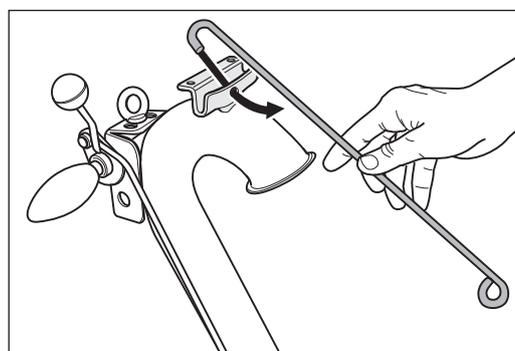

Fig. 5 Enganchar la barra de cable en el agujero para ello previsto.
- 5 Monte el apoyo para cable en la ménsula para ello prevista en la parte superior del tubo guía (Fig. 5).